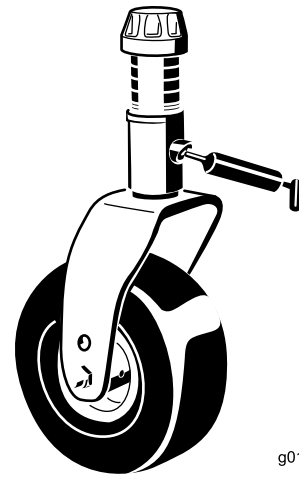

Bild 82
- 2 Laufradgabelbüchsen (Bild 82)